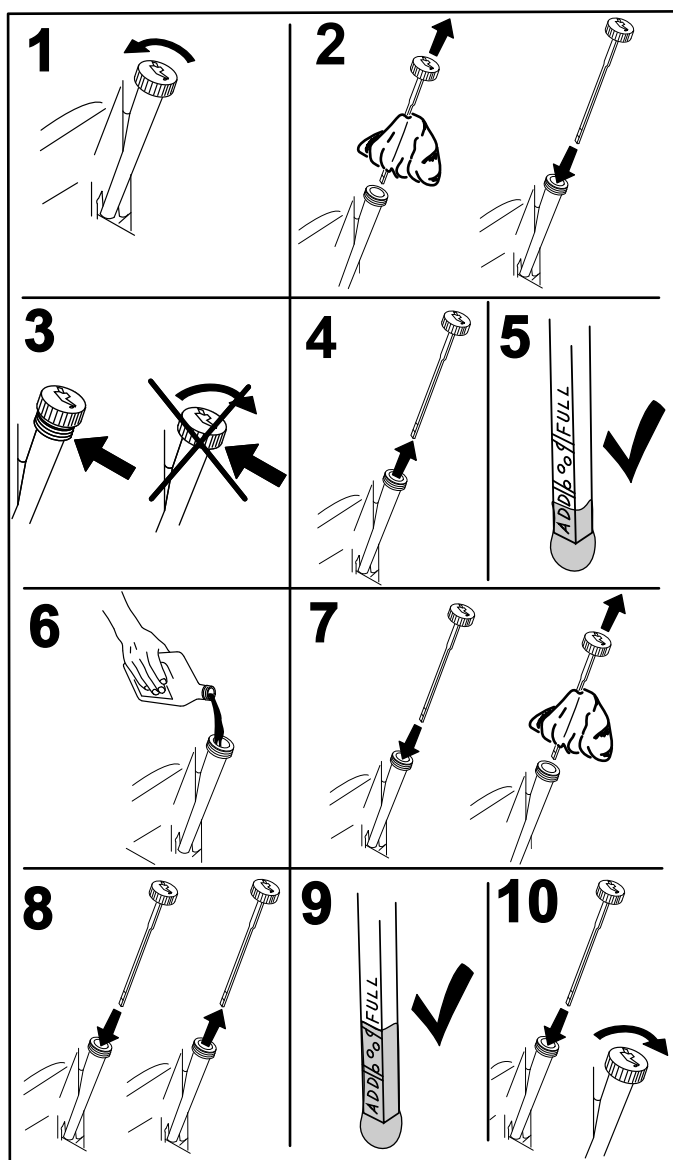

図 16
3. ディップスティック 図 15を抜きウェスで一度きれいに拭く 図 16。